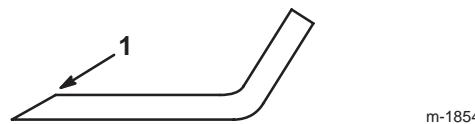

Figure 33
1. Au moyen d'une lime, aiguissez les tranchants aux deux extrémités de chaque lame (Fig. 33) en veillant à conserver l'angle d'origine. Limez la même quantité de métal sur les deux tranchants pour ne pas déséquilibrer la lame.